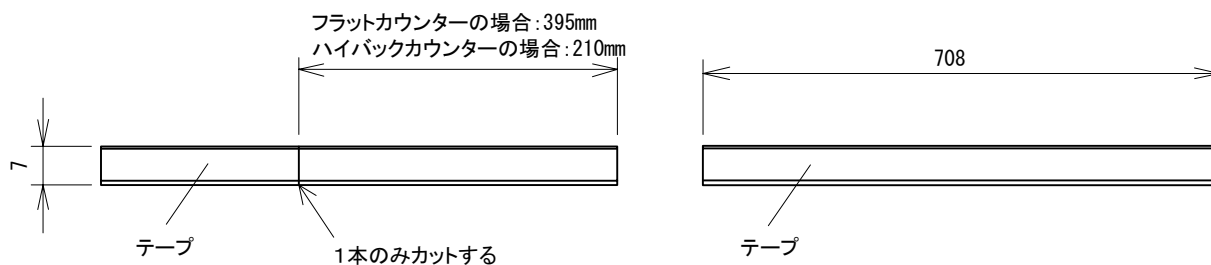

図12-13
①2本あるミラー見切り部材のうち、1本を所定の長さにカットしてください。(図12-13)